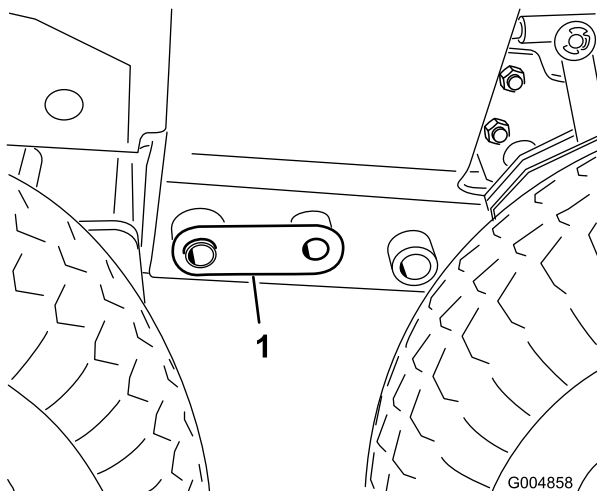

Figura 86
28. Retire el gato fijo delantero y baje la parte delantera de la máquina sobre las ruedas hasta que los pasadores de acoplamiento (Figura 86) puedan ser retirados con facilidad.